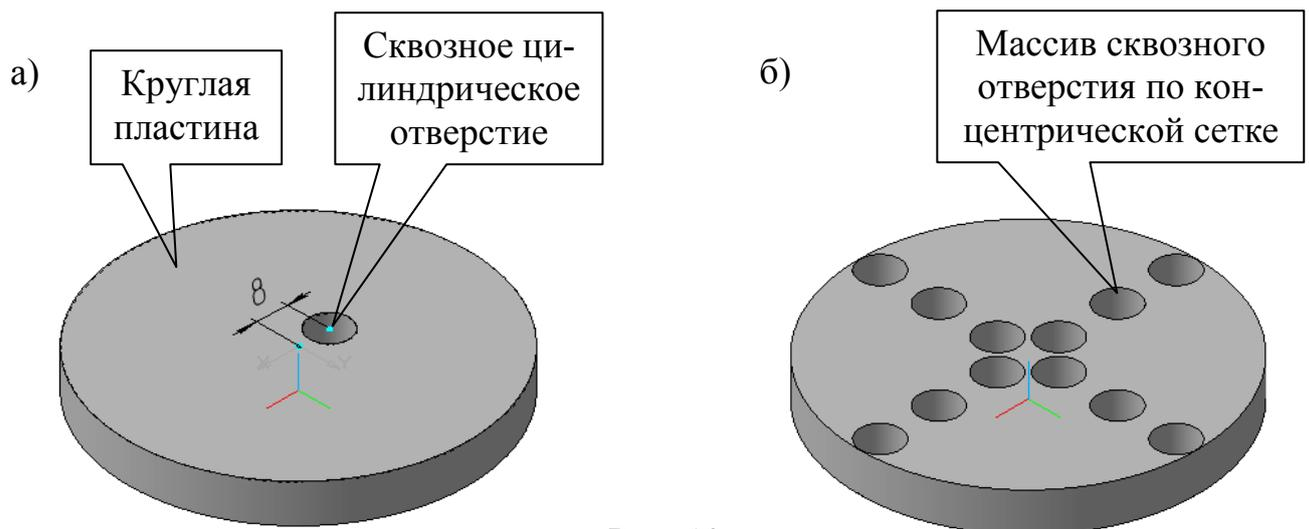

Рис. 10
6. Какие численные значения параметров необходимо ввести на *Панели свойств* системы КОМПАС-3D 9.0, чтобы, при использовании операции **Массив по концентрической сетке**, стало возможным создание одиннадцати копий сквозного цилиндрического отверстия диаметром $\varnothing 10$ мм (см. рис. 10, а) в тонкой круглой пластине диаметром $\varnothing 86$ мм, расположенных вдоль осей симметрии концентрической сетки (см. рис. 10, б)?